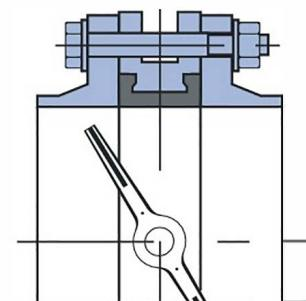

Рис. 6
7) Затяните болты (шпильки) так, чтобы фланцы и корпус (металлическая часть) затвора соприкасались. Затяжка болтов на межфланцевых соединениях должна быть равномерной по всему периметру. Медленно закройте и откройте дисковый поворотный затвор. Если установка затвора была проведена правильно, затвор должен свободно открываться и закрываться (рис. 6).